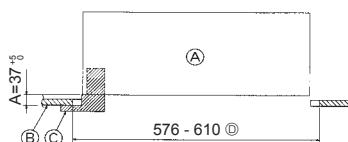

Fig. 6-2
②	Pullu vida	4	M5 x 0,8 x 28 (mm)
③	Geyç	1
④	Sinyal alıcı içi bağlantı kablosu	1	Sinyal alıcıyla donatıldığındá bulunur.
⑤	i-See sensör içi bağlantı kablosu	1	i-See sensör ile donatıldığındá bulunur.
⑥	Tespit malzemesi	2	Sinyal alıcıyla donatıldığındá bulunur.
⑦	Tespit malzemesi	2	i-See sensör ile donatıldığındá bulunur.
⑧	Kablosuz uzaktan kumanda	1	Ürünle birlikte uzaktan kumanda sağlandığındá bulunur.
⑨	Uzaktan kumanda yuvası	1	Ürünle birlikte uzaktan kumanda sağlandığındá bulunur.
⑩	LR6 AA pil	2	Ürünle birlikte uzaktan kumanda sağlandığındá bulunur.
⑪	3,5 x 16 kılavuz vida	2	Ürünle birlikte uzaktan kumanda sağlandığındá bulunur.
6.2. Izgarayı takma hazırlığı (Fig. 6-2)